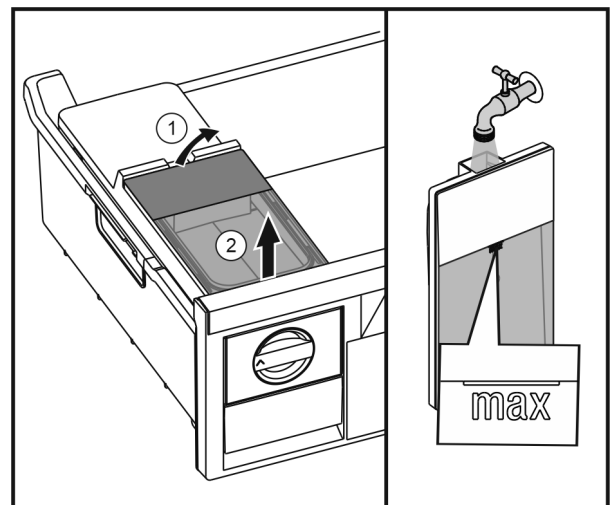

Fig. 26
- ▶ Поднять бак для воды сзади Fig. 26 (1) и извлечь движением вверх Fig. 26 (2).